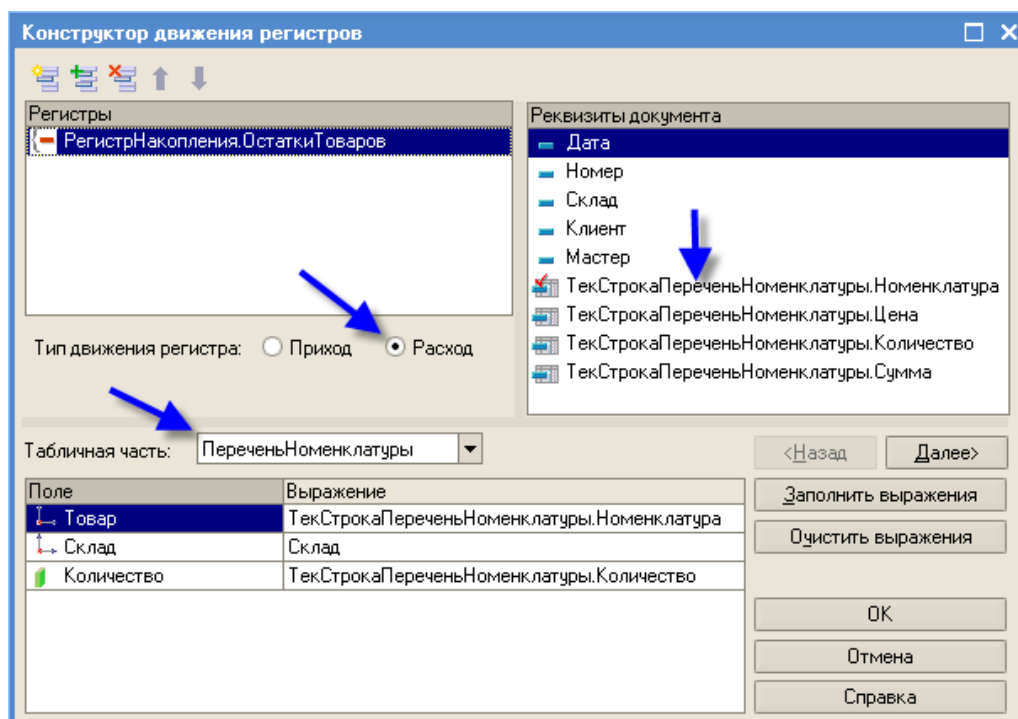

Рис. 56
- в поле *Реквизиты* документа сделать двойной щелчок на строке *ТекСтрокаПереченьНоменклатуры.Номенклатура* (рис. 56)